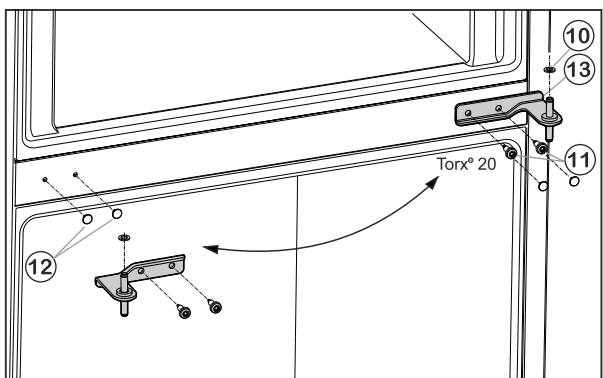

Fig. 6
- ▶ Retirar Fig. 6 (12) las cubiertas con cuidado y volver a colocarlas en el lado opuesto.